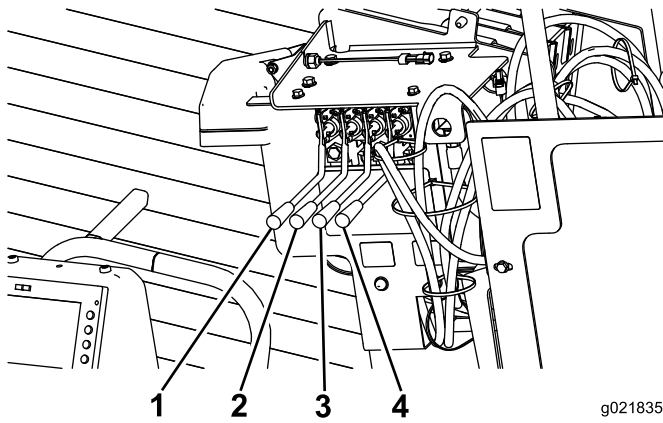

Рисунок 44
6. Нажмите два рычага правых стоек для опускания правых стоек с вращением шнеков до полного погружения в грунт (Рисунок 44).